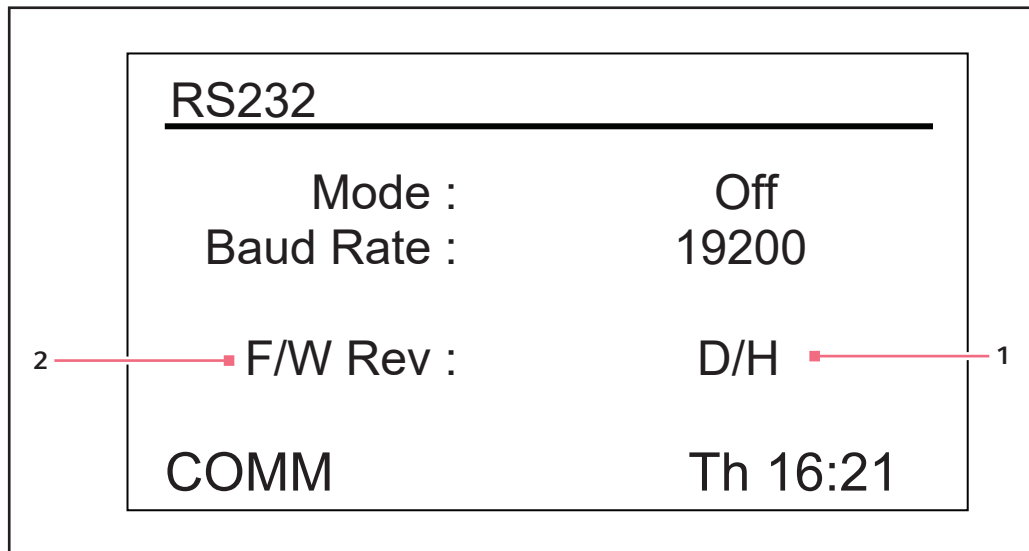

Рис. 9-7: Экран RS232
Этот экран (см. рис. 9-7 на стр. 57) используется только при подключении персонального компьютера к интерфейсу RS-232(см. *Программные интерфейсы на стр. 39*). Здесь вы можете выбрать *режим* интерфейса RS-232 и *скорость передачи данных в бодах*, соответствующую вашему компьютеру.
1. Поверните ручку управления, чтобы выделить настройку (на экране примера *Off*, (см. рис. 9-7 на стр. 57)), затем нажмите на ручку.
2. Поворачивайте ручку управления влево или вправо, пока не появится нужная настройка режима работы (см. *Поверните ручку управления, чтобы выделить настройку (на экране примера Off, (см. рис. 9-7 на стр. 57)), затем нажмите на ручку. на стр. 57).*
1. Поверните ручку управления, чтобы выделить текущую настройку (на экране примера 19200 (см. рис. 9-7 на стр. 57)), затем нажмите на ручку один раз.